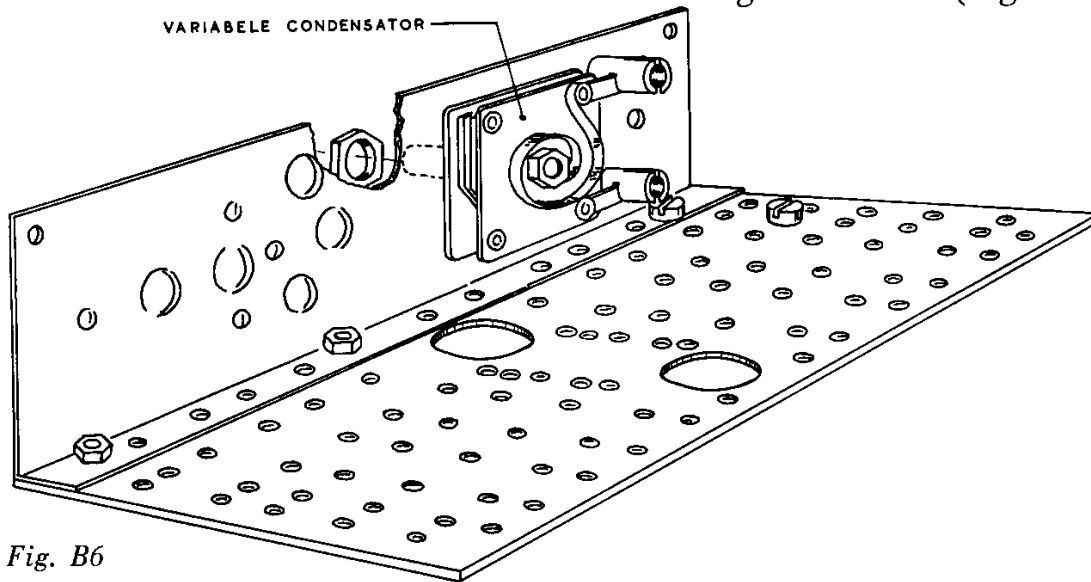

Fig. B6
3. Maak nu de variabele condensator vast aan de metalen montageplaat, die je al hebt vastgezet. Zorg er voor, dat de twee draadklemmen die je zojuist hebt bevestigd aan de aansluitlippen, de montageplaat **niet** raken. De klemmen moeten recht voor de grote gaten komen. (Figuur B6.)